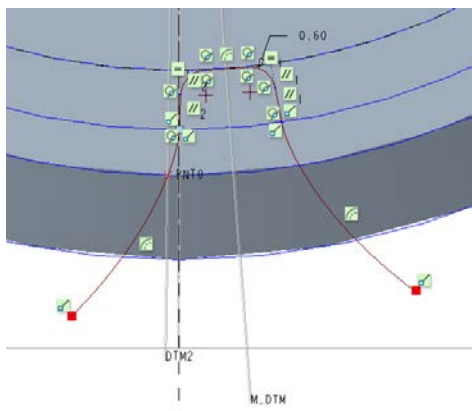
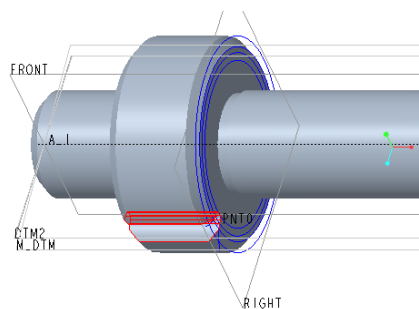

图 13-32 绘制用于拉伸切除的剖面
图 13-33 切除出第一个齿槽
① 在功能区“模型”选项卡的“形状”面板中单击“拉伸”按钮，打开“拉伸”选项卡。
② 默认时，“拉伸”选项卡中的“实体”按钮处于被选中的状态，单击“去除材料”按钮.
③ 选择 RIGHT 基准平面作为草绘平面，快速进入内部草绘模式。
④ 绘制图 13-32 所示的剖面，单击“确定”按钮.
⑤ 在“拉伸”选项卡中，从侧 1 的深度选项下拉列表框中选择“”，确保能有效切除齿槽结构。
⑥ 在“拉伸”选项卡中单击“完成”按钮，创建的第一个齿槽如图 13-33 所示。